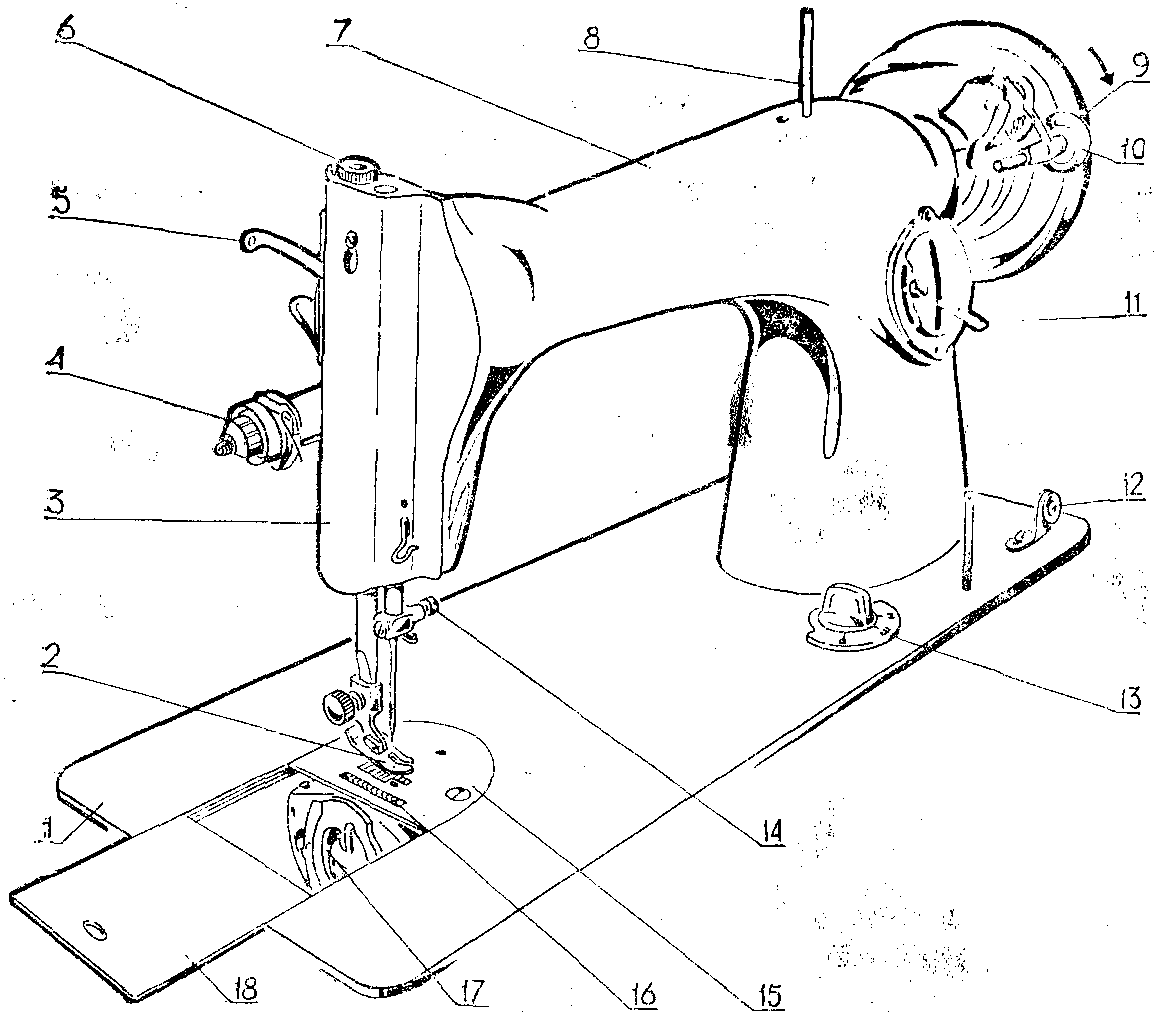

Рис. 1
1.2. При работе маховик машины всегда должен вращаться только в одном направлении, показанном стрелкой на рис. 1.
## Внешний вид головки машины (рис. 1)
Работа ножным приводом освоена лишь тогда, когда в начале колебательного движения подножки маховик всегда будет вращаться в одном направлении, указанном стрелкой на рис. 1.
При пуске рекомендуется, слегка касаясь правой ладонью обода маховика, повернуть его в направлении, указанном стрелкой на рис. 1.